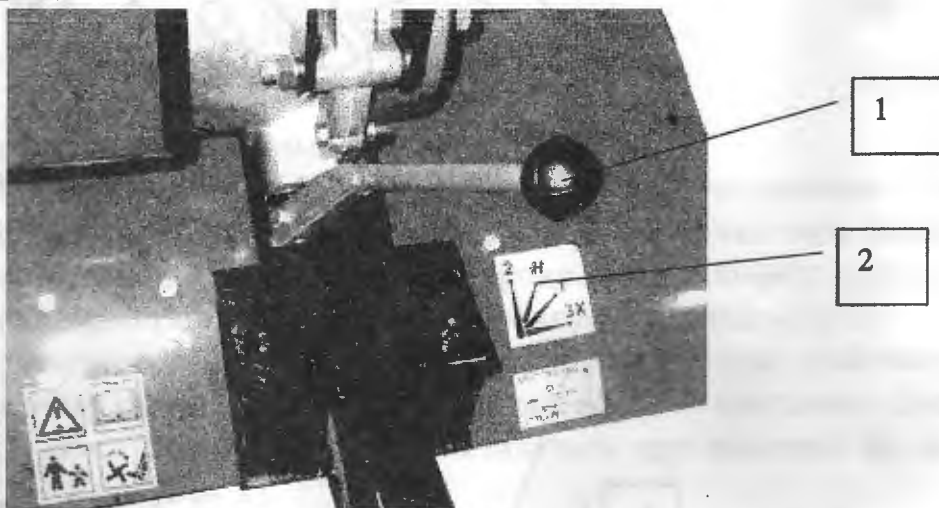

Рисунок 14 – Рукоятка переключения скоростей.
- что рукоятка переключения скоростей 1 находилась в нейтральном положении «Н» по схеме 2 (рисунок 14).
Переведите рукоятку переключения скоростей в положение «1» (рисунок 14)